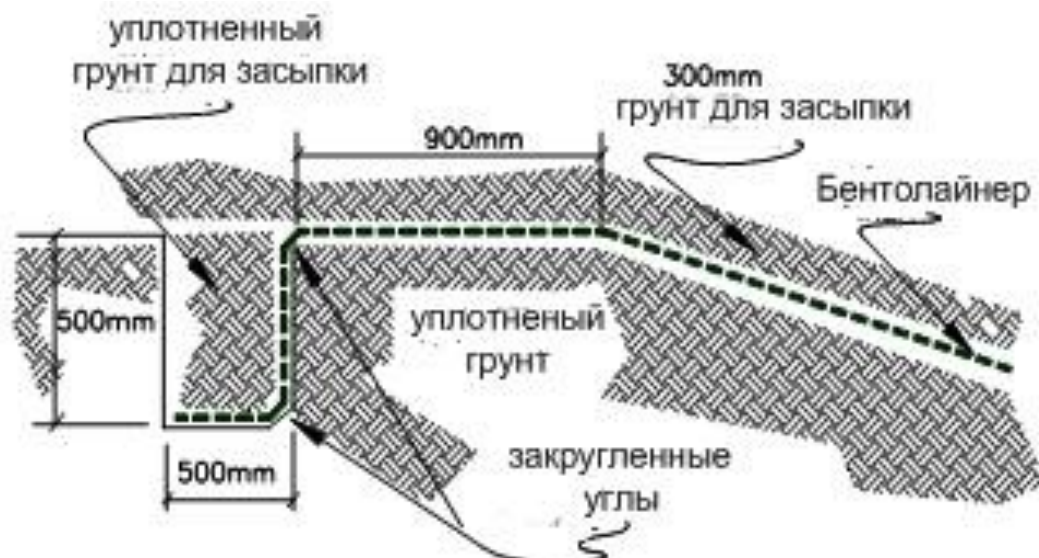

Рисунок 2. Типичное расположение анкерной траншеи
5.3 Оборудованию способному повреждать БЕНТОЛАЙНЕР-рулоны запрещено воздействовать непосредственно сверху. Монтаж может производиться таким образом, чтобы происходило разворачивание БЕНТОЛАЙНЕРА вслед за движением волоочильного механизма (рис.2, демонстрирующий типичную бентоматную укладку). При повреждающих монтажным оборудованием вмятинах земляной подушки ее необходимо приводить в первоначальный приемлемый вид и только после этого продолжать укладку.
9.3 Если траншея используется для закрепления края БЕНТОЛАЙНЕРА, вынутый из нее грунт надо обратно засыпать в нее, таким образом будет обеспечено сопротивление вытяжению. Размер и форма траншеи, а также процедуры по обратному заполнению траншеи грунтом оговариваются соответствующими извлечениями из проекта и спецификациями. Типичные размеры анкерной траншеи представлены на рис.2.